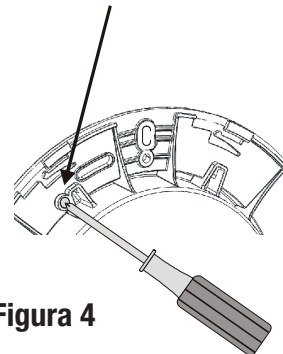

Figura 4
**Extracción de la luz LED Universal ColorLogic/CrystalLogic del nicho LFGUY1000:** extraiga el anillo de ajuste girándolo en sentido antihorario. Si la extracción es difícil, inserte cuidadosamente un destornillador de cabeza plana en una de las cuatro ranuras frontales para ayudar a girar el anillo de ajuste. Una vez extraído, inserte un destornillador Phillips n.º 2 o cualquier destornillador pequeño en el orificio de acceso como se muestra a continuación (Figura 4). Empujar directamente en el agujero hará que el bloqueo se libere, permitiéndole girar la luz en sentido antihorario. Retire el destornillador y continúe girando la luz hasta que pueda extraerla de la lámpara.